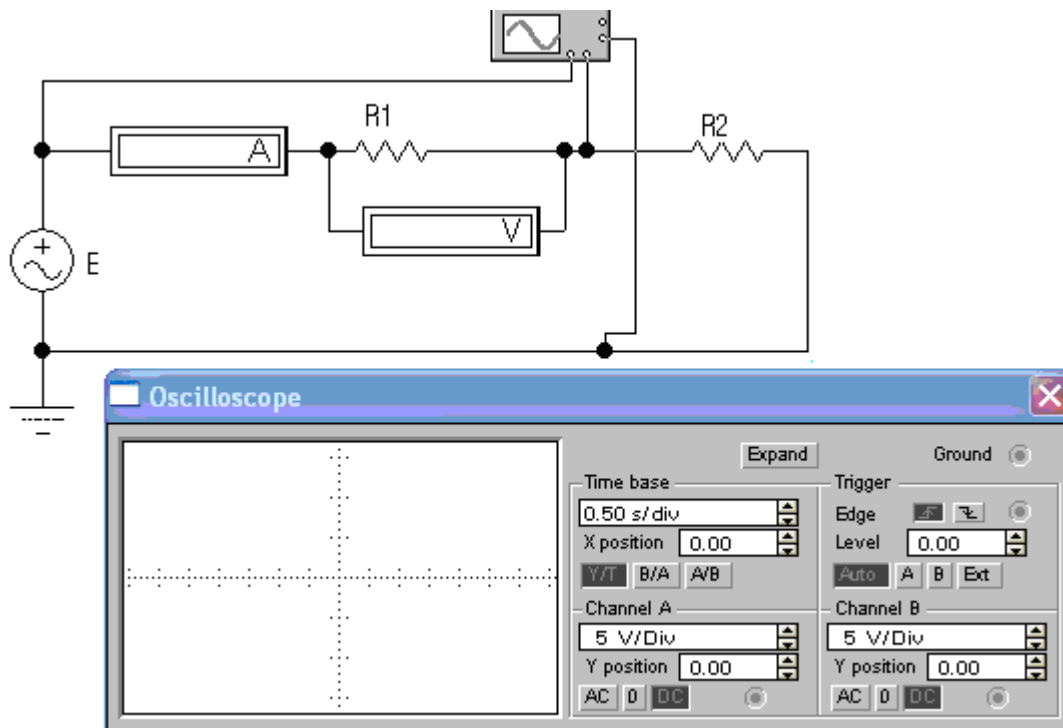

Рис. 4. Экспериментальная схема
- 3.3. Собрать схему по рис. 4.